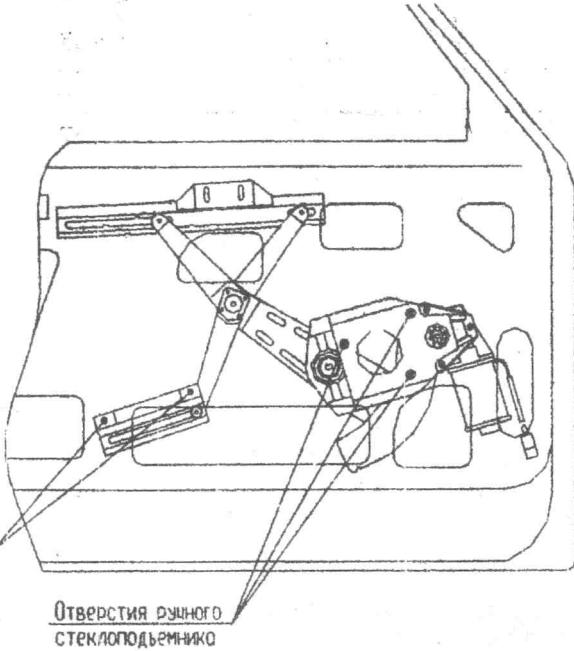

Рис.3 Установка ЭСП в левую переднюю дверь
4.7. Установить ЭСП в дверь в соответствии с рис.3 и 4. Закрепить основание ЭСП гайками М6 с установкой стопорных шайб. Короткую направляющую закрепить штатными винтами М6. левый ЭСП обозначен «Л», правый «Р».